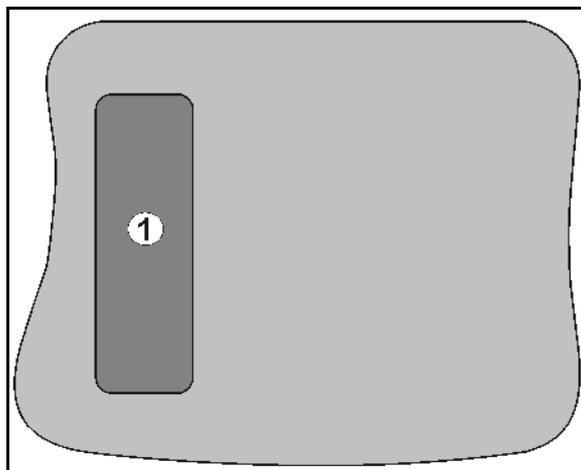

Fig. 9
- Auf der Geräte-Rückseite befindet sich die Shift-Taste  (Fig. 9/1).